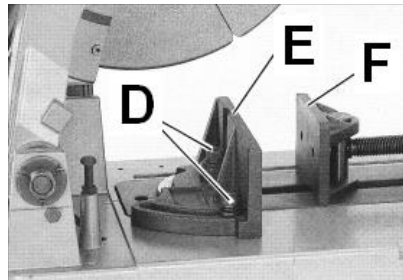

Fig 4
Zur Erweiterung der Spannkapazität kann die Spannbacke (E, Fig 4) in unterschiedlichen Positionen festgesetzt werden.
Die Schrauben (D, Fig 4) lösen und die Schraubstockbacke (E) in die gewünschte Gehungsstellung bringen.